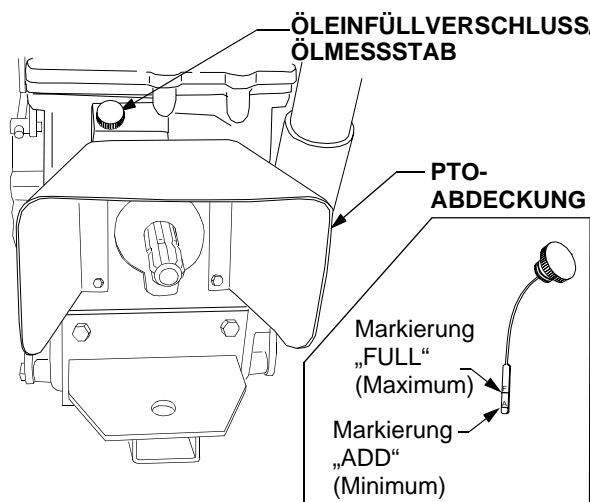

Abbildung 44
Der Öleinfüllverschluss/Ölmessstab befindet sich am hinteren Ende des Traktors, oberhalb der hinteren PTO-Abdeckung. Siehe Abbildung 44.
- Den Bereich um den Öleinfüllverschluss/Ölmessstab sauber halten, damit kein Schmutz in das Getriebe gelangen kann. Siehe Abbildung 44.
- Den Messstab herausziehen, abwischen, wieder hineinstecken und ganz einschrauben. Herausschrauben und herausziehen, um den Ölstand abzulesen. Den Ölstand immer zwischen den Markierungen „FULL“ (Maximum) und „ADD“ (Minimum) halten (Siehe Abbildung 44).
- Den Bereich um den Einfüllstutzen für das Getriebeöl und um den Öleinfüllverschluss/Ölmesstab für das Motoröl sauber halten, damit kein Schmutz in das Getriebe gelangen kann. Siehe Abbildung 44 und Abbildung 45.
- Den Bereich um den Öleinfüllverschluss/Ölmesstab für das Getriebeöl sauber halten, damit kein Schmutz in das Getriebe gelangen kann (Siehe Abbildung 44) und den Verschluss abnehmen.